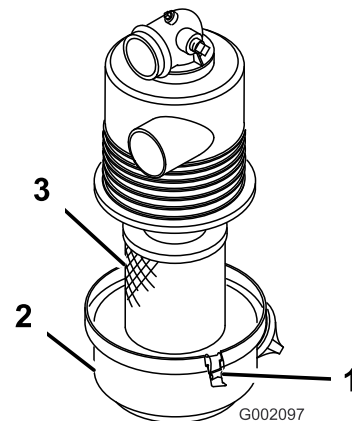

Bild 16
1. Prüfen Sie das Luftfiltergehäuse auf Beschädigungen, die eventuell zu einem Luftleck führen können. Stellen Sie sicher, dass die Abdeckung den gesamten Luftfilterkörper einwandfrei abdichtet (**Bild 16**).
2. Lösen Sie die Riegel, mit denen die Abdeckung des Luftfilters am Luftfiltergehäuse befestigt ist (**Bild 16**).
3. Nehmen Sie die Luftfilterabdeckung vom Luftfiltergehäuse ab und reinigen Sie die Innenseite der Abdeckung (Bild 16).
3. Setzen Sie den Luftfiltereinsatz in das Luftfiltergehäuse ein (Bild 16).
4. Fluchten Sie die Luftfilterabdeckung mit dem Luftfiltergehäuse aus (Bild 16).
5. Befestigen Sie die Abdeckung mit den Laschen am Gehäuse (Bild 16).